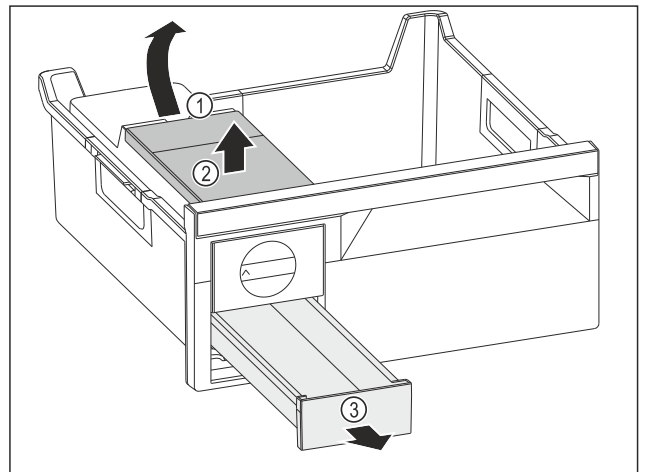

Fig. 77
- ▶ Odobratie nádržky na vodu: Nádržku na vodu nadvihnite za vybranie Fig. 77 (1).
- ▶ Nádržku na vodu Fig. 77 (2) odoberte smerom nahor.
- ▶ Zásuvku na kocky ľadu Fig. 77 (3) odoberte smerom nahor.